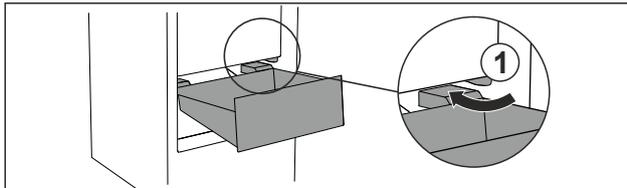

Fig. 81
- ▶ Schubfach schräg um die Stopper Fig. 81 (1) herumführen.